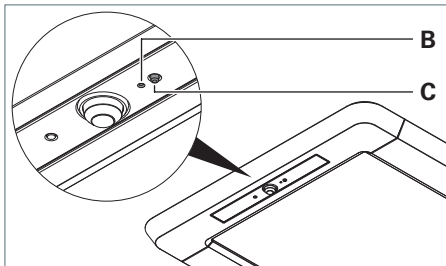
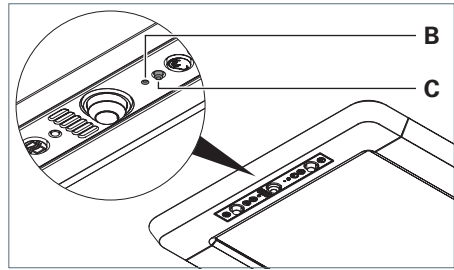

Fig. 26: Bedienelement einlernen, Ausführung R.
Fig. 27: Bedienelement einlernen, Ausführung RX.
- Drücken Sie die Taste in der Öffnung **B** mit dem Ende einer aufgebogenen Büroklammer, siehe Fig. 26 und siehe Fig. 27.
- Drücken Sie die Taste **C**, siehe Fig. 26 und siehe Fig. 27.
- Drücken Sie die Taste **C** und halten Sie diese Taste gedrückt, siehe Fig. 26 und siehe Fig. 27.